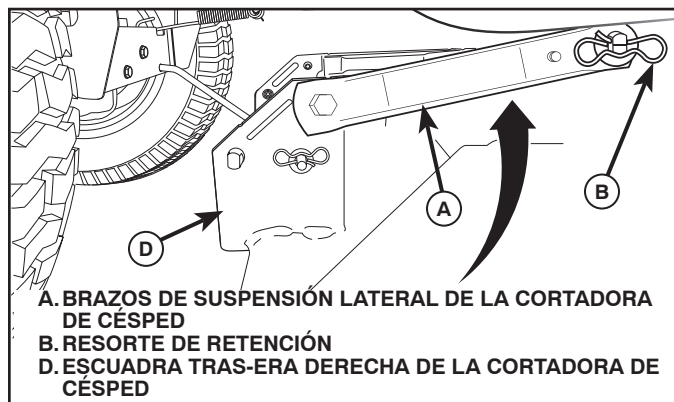

Fig. 31
6. INSTALE LOS BRAZOS DE SUSPENSIÓN LATERAL DE LA CORTADORA DE CÉSPED (A) EN EL CHASIS (Vea Fig. 31)
- Ubique el agujero delantero del brazo de suspensión lateral (A) sobre la chaveta en la parte exterior del chasis del tractor y asegure con una arandela grande y un resorte de retención grande (B).